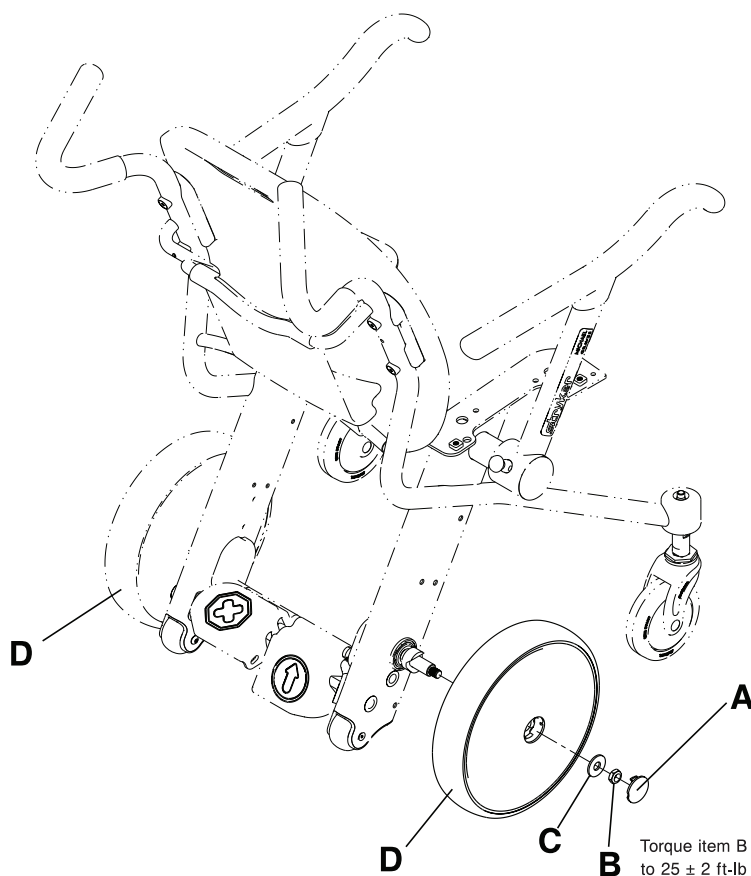

Figura 4-28: Sustitución de la rueda trasera
2. Con un punzón, retire y deseche la cubierta de la tuerca del centro de la rueda trasera (A) (Figura 4-28 de la página 4-45).
3. Con un dado de 3/4 in y un trinquete de accionamiento de 3/8 in, retire y deseche la tuerca del centro de la rueda trasera (B) (Figura 4-28 de la página 4-45).
4. Retire y deseche la arandela central (C) (Figura 4-28 de la página 4-45).
5. Sujete la rueda trasera con ambas manos y tire hacia fuera para retirar la rueda trasera (D). Deseche la rueda trasera.
6. Siga los pasos 2-5 a la inversa para instalar la rueda trasera suministrada. Con una llave dinamométrica de 3/8 in, apriete la tuerca del centro de la rueda trasera (B) a  $25 \pm 2$  ft-lb ( $34 \pm 3$  Nm).